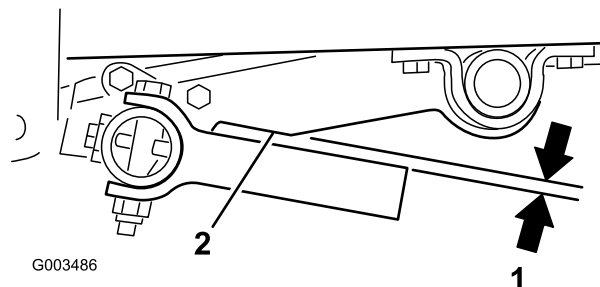

Figura 21
2. Ruotate il bullone eccentrico in un senso o nell'altro, fino a quando i denti sulla barra attrezzi non sono paralleli all'incavo del braccio di sollevamento (Figura 17 e Figura 21).